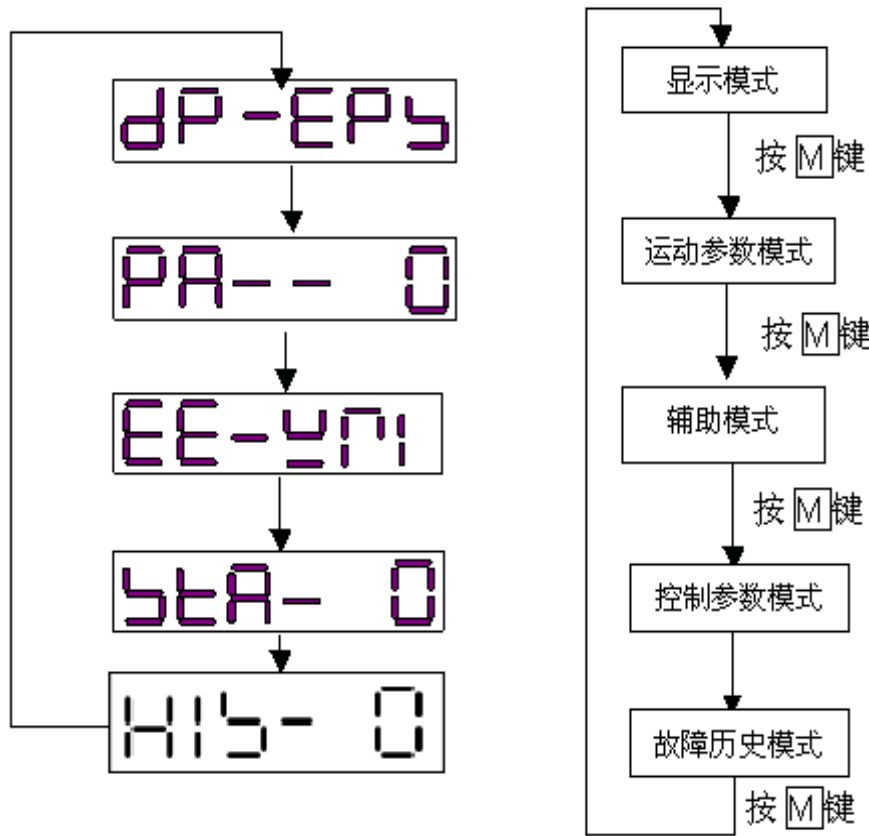

图 3.1 HSV-18D 系列伺服驱动器第一级主菜单
3、操作按多层操作菜单执行，第一级为主菜单，包含五种操作模式：显示模式、运动参数模式、辅助模式、控制参数模式、故障历史模式。如图 3.1 所示第一级主菜单操作框图，及其五种操作模式。